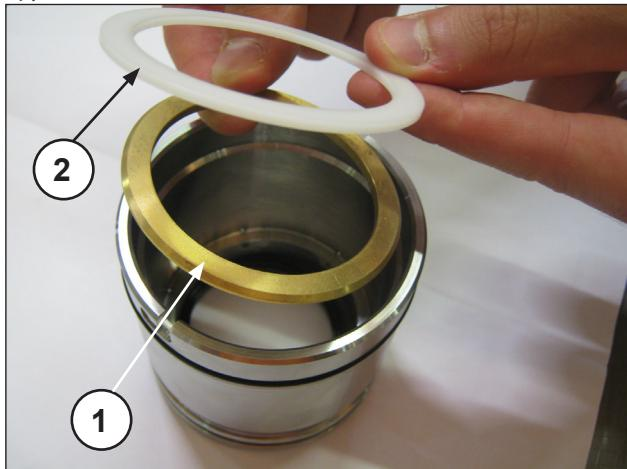

Рис. 166
Установите опорное кольцо и антиэкструзионное кольцо (поз. ①②, Рис. 166), а также три сальниковые набивки так, чтобы насечки находились под углом 120° друг к другу (поз. ①, Рис. 167), скребковое кольцо набивок и кольцо для пружины (поз. ①②, Рис. 168).